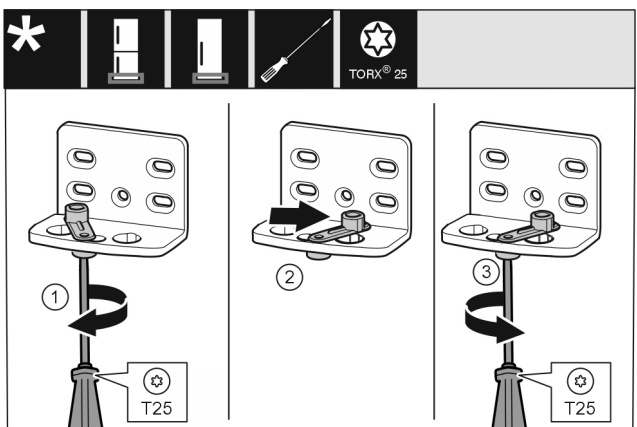

Fig. 13
- ▶ Keerake kruvi Fig. 13 (1) kruvikeerajaga lahti.
- ▶ Tõstke ukse sulgemisabi Fig. 13 (2) üles ja pöörake 90° paremale avasse.
- ▶ Keerake kruvi Fig. 13 (3) kruvikeerajaga kinni.